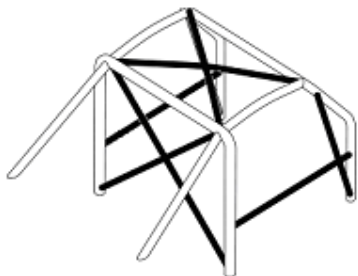
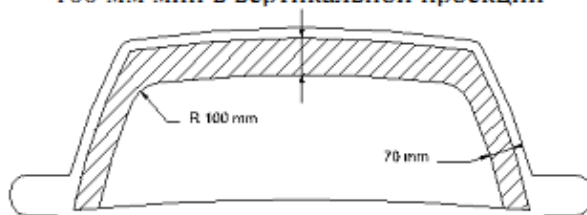

Рис.14-4
Рис. 253-48
4.11.1 Каждый легковой автомобиль, должен быть оборудован каркасом безопасности, соответствующим требованиям п.253-8 Приложения «J» к МСК ФИА, предъявляемым к автомобилям, омологированным начиная с 01.01.2007. (Минимальная конфигурация каркаса указана на Рис.14-4. При этом обязательно соблюдение размеров, предусмотренных п. 253-8.3.2.5 и рис. 253-48 и 253-49 Приложения «J» к МСК.) В соревнованиях с одним водителем могут применяться каркасы безопасности, выполненные в соответствии со схемой 14-5 или симметричной (серым цветом указаны не обязательные элементы – усиление стойки ветрового стекла и боковая защита со стороны